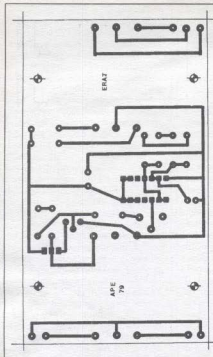

Fig. 2
- FIG. 2 - LAY OUT DO CIRCUITO IMPRESSO ESPECÍFICO - Meio grandinho, por conta da presença mecânica dos dois traços de força (um tanto tabudados, em comparação com as demais peças...), o impresso específico é - contudo - de desenho, traçagem e realização muito simples, pela descomplicação e descongestionamento do padrão cobreado de illas e pistas! Como o diagrama encontra-se em escala 1:1 (tamanho natural), bastará carbonar o desenho sobre a face cobreada de um fenolite virgem nas indicadas dimensões, efetuar a traçagem com decalques ácido-resistentes, promover a corrosão, limpeza, furação, etc., nos moldes das instruções já várias vezes detalhadas no passado... Observar as quatro marcações cruzetadas, correspondendo à furação convencional de fixação das abas dos dois transformadores sobre a própria placa... É bom (para que haja um certo rigor mecânico no conjunto...) conferir as posições da citada furação de fixação, ainda antes de marcar as cruzetas, condicionando-as às reais dimensões dos traços obtidos... No mais, é conferir tudo ao final, cuidando para que não restem imperfeições, curtos ou falhas nos percursos cobreados (cor-